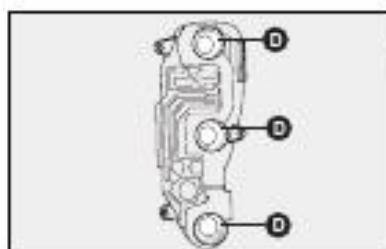

fig. 43
6) substituir a lâmpada queimada por outra do mesmo tipo **D**-fig. 43 (ver tabela **fig. 24**).